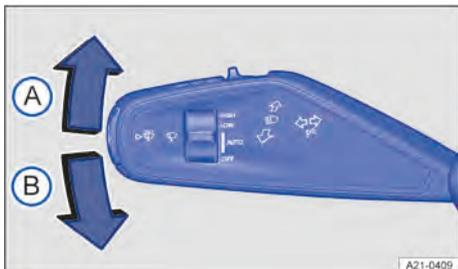

Fig. 77 Na coluna de direção à esquerda: alavanca dos indicadores de direção e do farol alto e alavanca dos limpadores dos vidros.
2. Mover a alavanca da posição central para a posição desejada → Fig. 77.